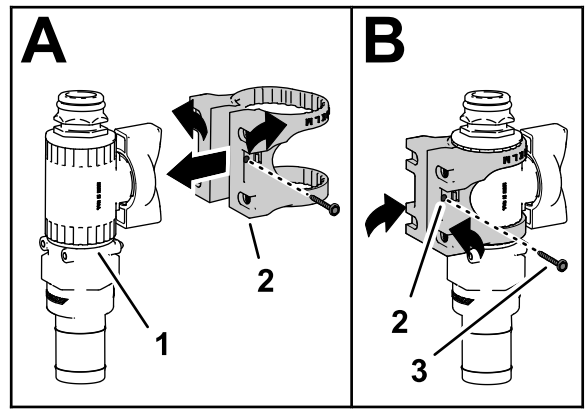

Figura 32
3. Montai suportul pentru supapă pe supapa de control, după cum se arată în seciunea A din Figura 32.
4. Fixai suportul pentru supapă la supapa de control cu ajutorul urubului cu guler (#6) i strângei urubul manual (B din Figura 32).